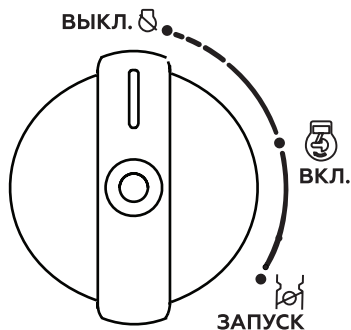

Рис. 14. Положения multifunctional рычага
5. Поверните multifunctional lever initially to the «ВКЛ.» position, then to the «ЗАПУСК» position (Fig. 14). At this time, the ignition circuit is activated, the fuel valve opens, and the carburetor air flap closes.
При запуске прогретого двигателя воздушную заслонку карбюратора закрывать не нужно. При запуске прогретого двигателя устанавливайте multifunctional lever in the «ВКЛ.» position (Fig. 14).
7. По мере прогрева двигателя (как только двигатель начнет «захлебываться») постепенно открывайте воздушную заслонку (поворачивайте multifunctional lever from the «ЗАПУСК» position to the «ВКЛ.» position) (Fig. 14). Heating of the engine depending on the temperature of the surrounding medium takes no more than 1 minute.
При возникновении аварийной ситуации, для экстренной остановки двигателя генератора поверните multifunctional lever in the position «ВЫКЛ.» (ВЫКЛЮЧЕНО) (Fig. 14).
3. Поверните многофункциональный рычаг в положение «ВЫКЛ.» (ВЫКЛЮЧЕНО) (Рис. 14).